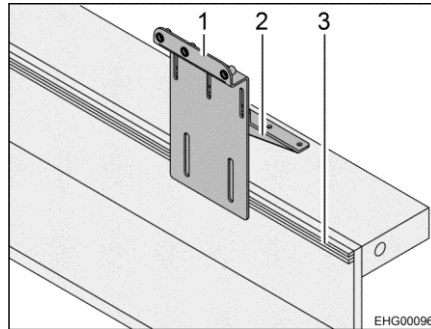

Fig. 1 Étrier de roue de secours (sur le rail d'arrimage)
- Montrer l'étrier (Fig. 1,1) sur le rail d'arrimage avec les vis à oreilles (Fig. 1,3) jointes.
- Monter l'équerre (Fig. 1,2) à la paroi arrière du garage avec les vis auto-taraudeuses jointes.